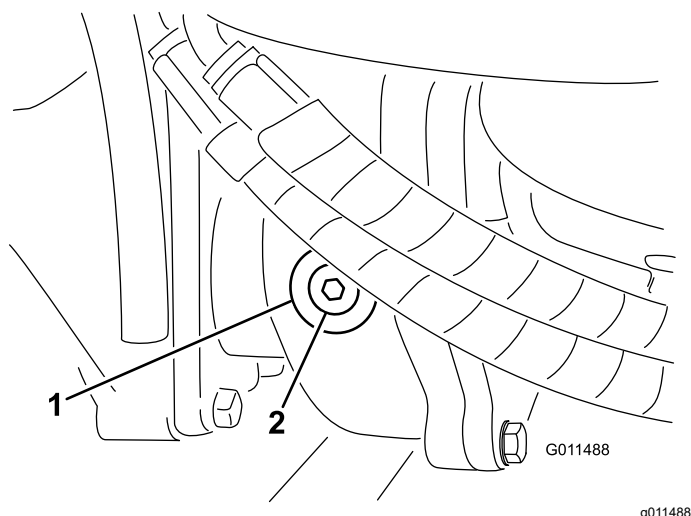

Figura 93
2. Retire o tampão de verificação/enchimento que se encontra na zona esquerda da caixa de engrenagens (Figura 93) e certifique-se de que existe lubrificante até ao fundo do orifício. Se o nível estiver baixo, junte lubrificante suficiente para o nível subir até ao fundo do orifício.